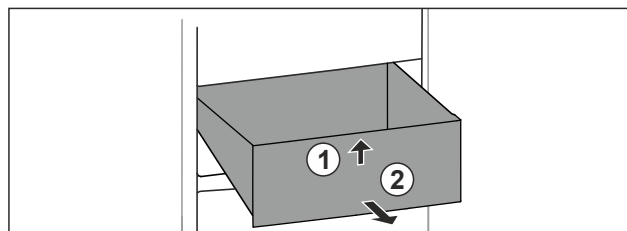

Fig. 92
- Soulever la partie avant du tiroir. Fig. 92 (1).
- Retirer le tiroir par l'avant. Fig. 92 (2)